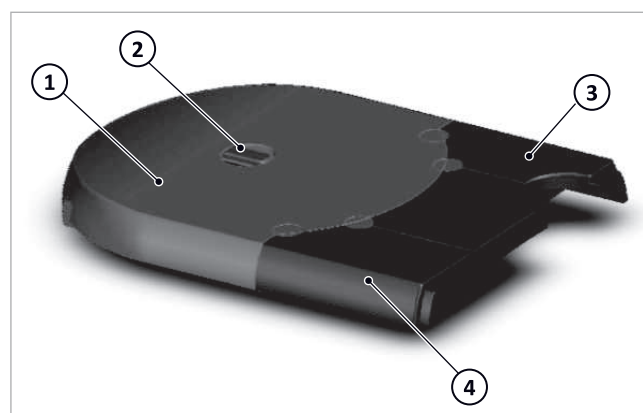
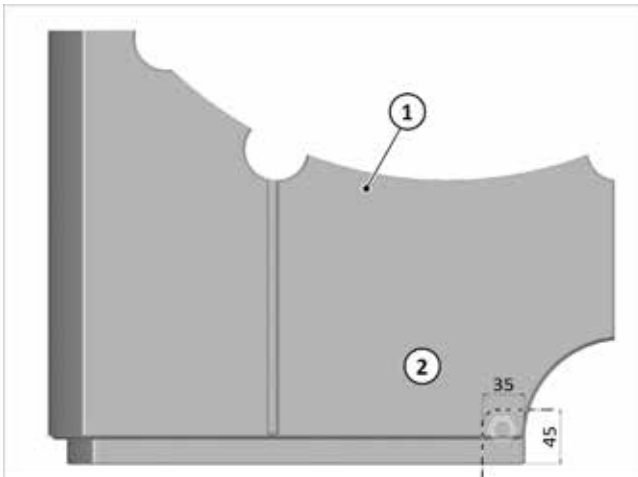

Fig. 123: Isolamento superiore SolvisBen
Fig. 127: Se necessario, tagliare l'accesso della tubazione del gas
1. Gli isolamenti superiori della WWS → fig. 123 (4) e HKS → fig. 123 (3) devono essere montati inserendoli dall'alto.
2. Prendere l'isolamento del contenitore → fig. 123 (1) e rimuovere delicatamente con un coltello affilato i quattro espansi della WWS (5) facendo leva sulle scanalature (6).
4. Posizionare l'isolamento del contenitore → Fig. 123 (1) sopra al contenitore.
- laterali a sinistra e a destra (1)
- centrale posteriore (2)
- centrale anteriore (3)
6. Posizionare l'isolamento superiore della HKS → fig. 123 (3).
7. In caso di posizionamento della tubazione del gas in alto, tagliare l'isolamento superiore della WWS (1, vedere anche → Fig. 123 (4)) prima del montaggio → Fig. 127 (sagoma in dotazione).
1. Posizionare l'isolamento superiore assemblato → Fig. 123 (1+2+3+4) completo sul contenitore.